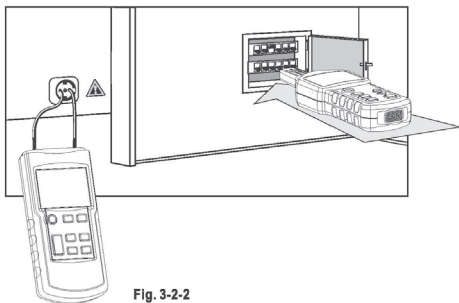

Fig. 3-2-2
En un edificio con múltiples viviendas, utilice los terminales L y N de de un enchufe de cualquier domicilio para enviar las señales del emisor (como se muestra en la Fig.3-2-2) y ajuste la potencia de transmisión del aparato a un nivel adecuado.
- * Conecte el emisor de acuerdo con la Fig. 3-2-2.